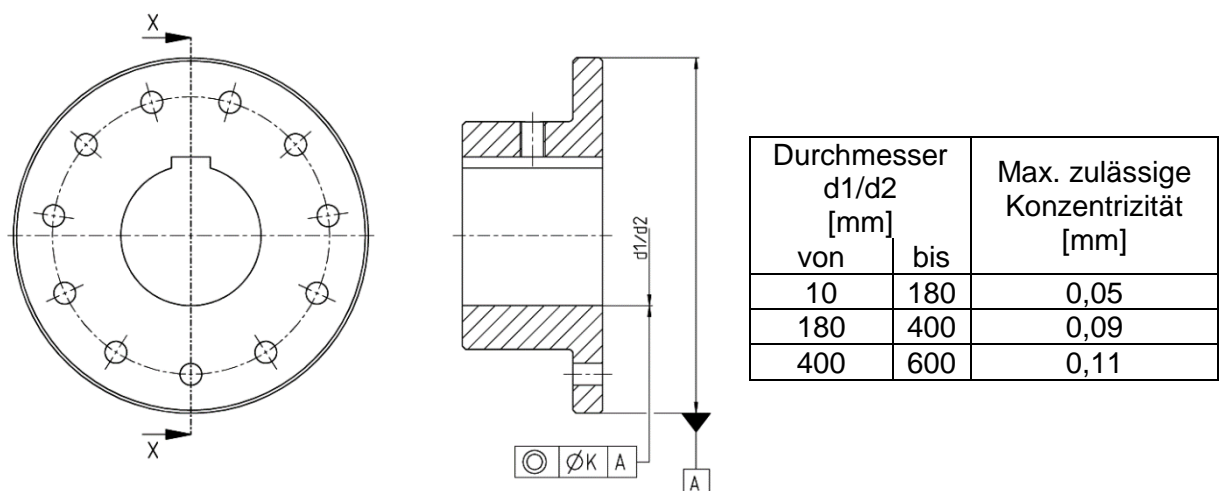

Abbildung 7.6: Form- und Lagetoleranz der Bohrung und Position der Passfedernut
- die Form- und Lagetoleranzen nach DIN ISO 286 eingehalten werden (siehe hierzu die Abbildung 7.6).
Wenn die Nabe mit einer Passfedernut ausgeführt werden soll, ist sie bevorzugt zwischen den Bohrungen wie in Abbildung 7.6 gezeigt, einzubringen. Die Auslegung und Überprüfung der Passfederverbindung obliegt dem Betreiber und liegt in seiner Verantwortung.